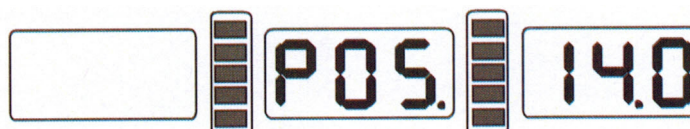

Fig. 8-5
2. Pressez d+ ou d- pour ajuster la valeur à celle du diamètre de la jante. Pressez la touche ALU (voir figure 8-5).